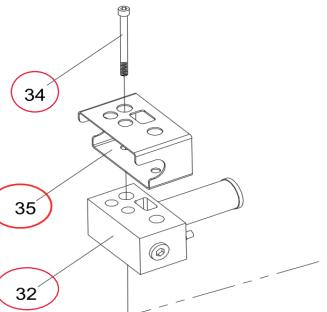

Fig.3
- Befestigen Sie die BLTB-85*210-H2A(32) und BLTB-85*210-H2A-Abdeckung (35) mit den beiden im Umbausatz enthaltenen M16-Schrauben (34). (Fig.3)**
Fix the BLTB-85*210-H2A(32) and BLTB-85*210-H2A-cover (35) with the two in the modification Kit included M16 bolts(34). (Fig.3)